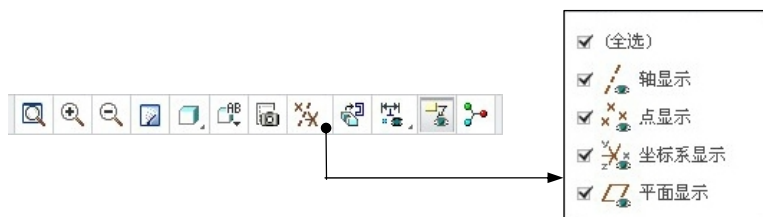

图 5.2.20 “视图控制”工具栏
- 除可以移动和缩放草绘区外, 如果用户想在三维空间绘制草图或希望看到模型截面草图在三维空间的方位, 可以旋转草绘区。方法是按住鼠标的中键, 同时移动鼠标, 可看到图形跟着鼠标旋转。旋转后, 单击图 5.2.20 所示的“视图控制”工具栏中的按钮  可恢复绘图平面与屏幕平行。